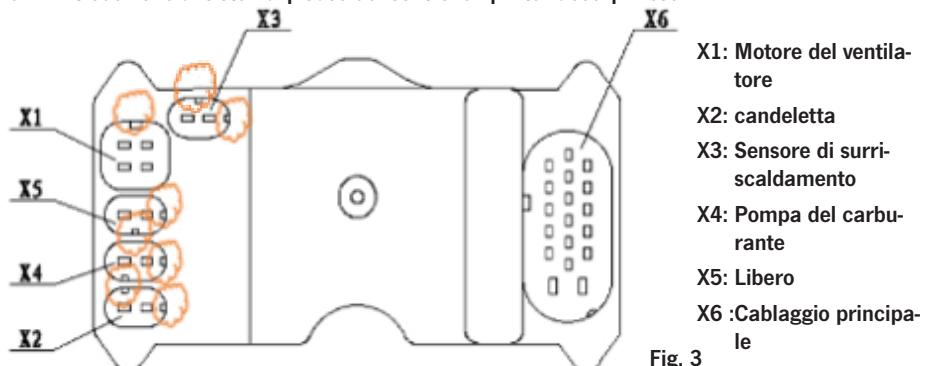

Fig. 3
Il sensore di surriscaldamento [Pagina 13 Fig. 3 (X3)] è installato sulla parete esterna posteriore dello scambiatore di calore [Pagina 12 Fig. 2 (16)]. Se la temperatura dell'alluminio diventa più alta di un limite superiore definito, il circuito della pompa del carburante viene interrotto dal regolatore e la fornitura di carburante viene fermata immediatamente. Poi, ai fini della protezione dal surriscaldamento, il riscaldatore viene spento.